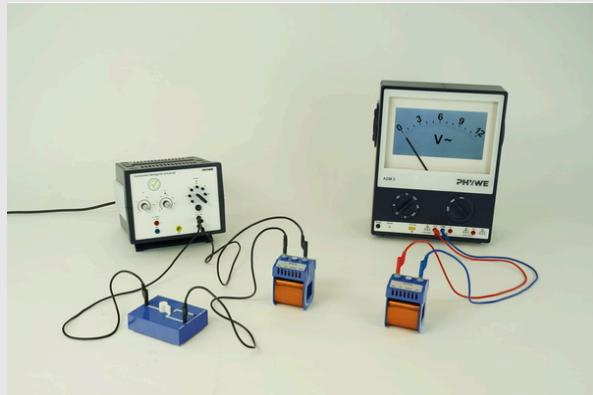

Рис. 2
- Выберите первичное напряжение из $U_P = 15\text{V}$ и постепенно увеличивайте расстояние между катушками в соответствии с рис. 2: например, с шагом 5 см до примерно 20 см. Наблюдайте за показаниями напряжения на демонстрационном мультиметре на каждом шаге.